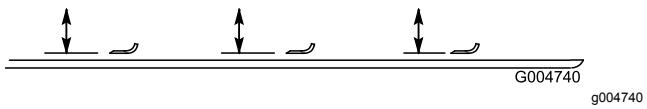

図 128
2. カッティングユニットの天井から各ブレードの前端の刃先までの距離を測る図 128。